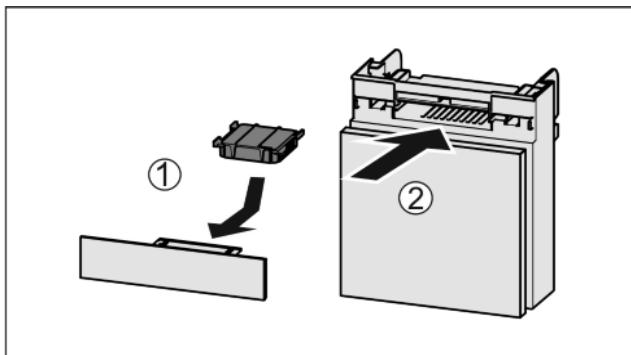

Fig. 42
- Поставете Fig. 42 (1) филтъра с активен въглен, както е показано на фигурата.
- Вкарайте Fig. 42 (2) отделението.